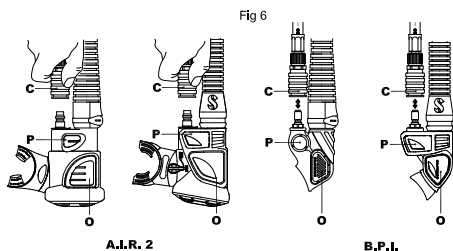

рис. 6
Для подключения быстроразъемного соединения (рис. 6 - C):
Для надувания КП нажмите кнопку высокопоточного клапана инфлятора (рис. 6-Р). Воздух должен поступить вовнутрь КП. Для лучшего контроля во время поддува подавайте воздух малыми порциями, нажимая и отпуская кнопку PIV.
2. Продолжайте выдох, сильно нажимая кнопку клапана орального поддува (рис. 6-О).